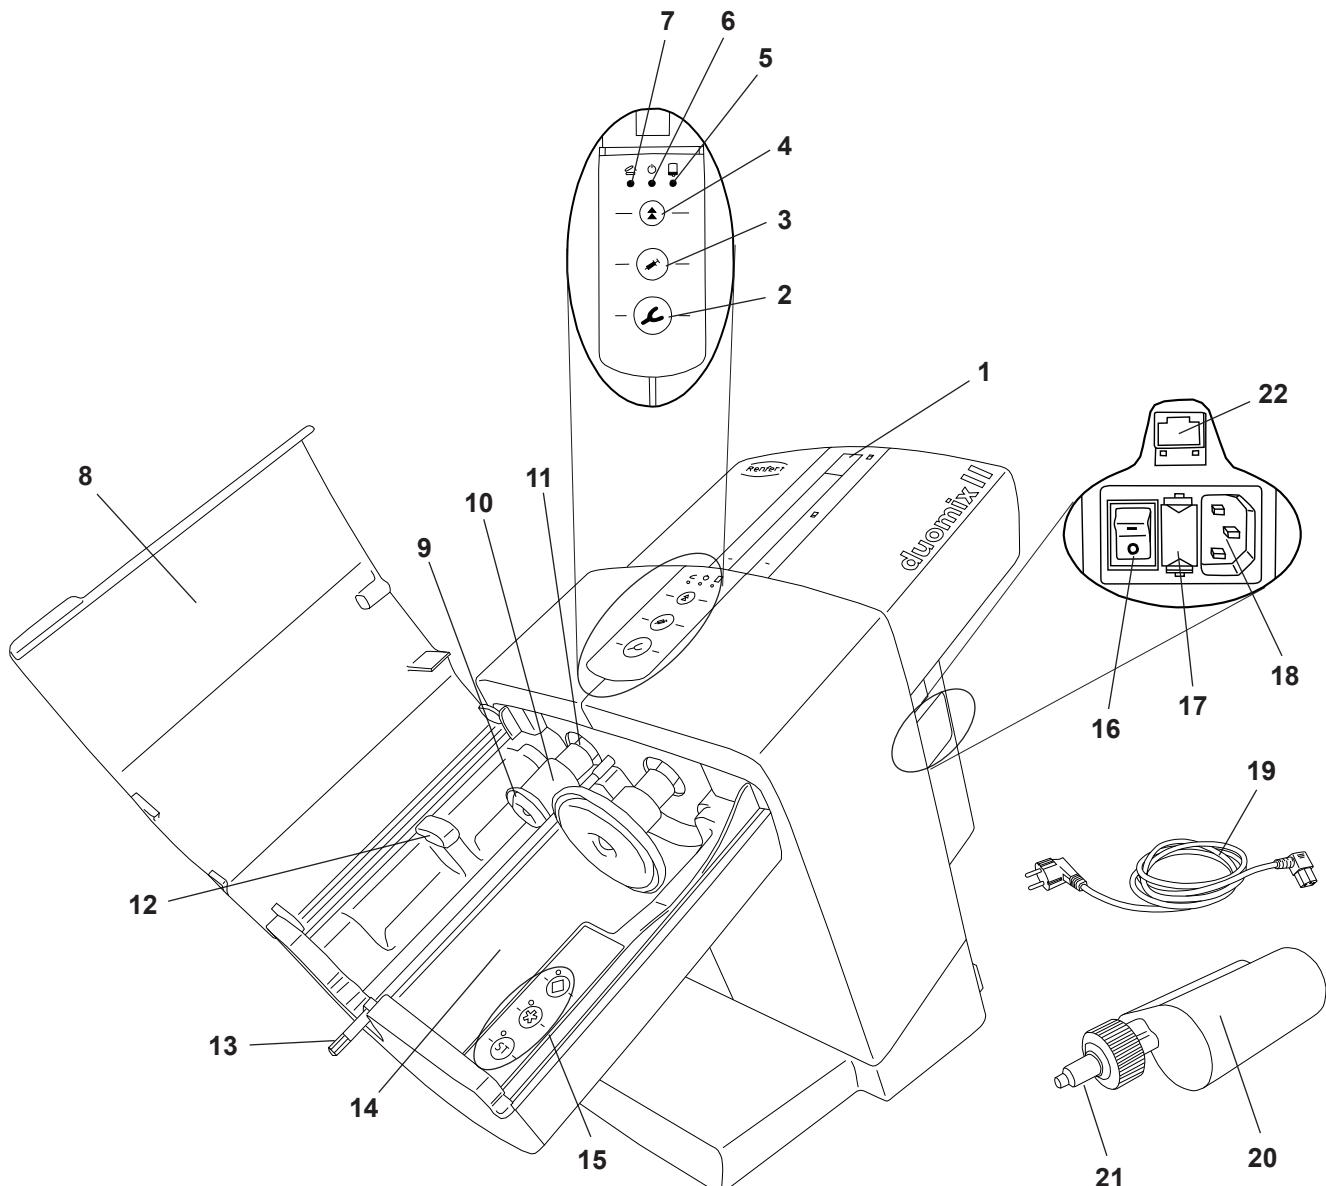

Fig. 1
- ⇒ Conectar el cable de red provista (19, Fig. 1) en el conector de red (18).
- ⇒ Encender el dispositivo con el interruptor de red (16).
- ⇒ Cerrar la tapa del dispositivo (8, Fig. 1).
- ⇒ Pulsar la tecla de retroceso (4).
- ♦ Desplazar los platos de presión (9, Fig. 1) y detenerlos en la posición inicial.
- ⇒ Retirar las piezas de seguridad de transporte (23).
El cartucho solo se puede insertar y cambiar cuando los dos platos de presión (9, Fig. 1) están en la posición inicial.
⇒ Cerrar la tapa del dispositivo (8, Fig. 1).
⇒ Abrir la tapa del dispositivo (8, Fig. 1).
⇒ La tapa del dispositivo solo se puede cerrar si el cartucho está correctamente insertado. Si la tapa del dispositivo no está correctamente cerrada, se encenderá el diodo rojo "Tapa del dispositivo abierta" (7, Fig. 1).
- ⇒ Mantener pulsada la tecla de avance (2) o (3):
- Cuchara de impresión (2), alta velocidad de exprimido
- Dispensador (3), baja velocidad de exprimido
- ◆ El hexágono de mezcla (13, Fig. 1) empieza a girar y se acopla automáticamente en la boquilla de mezcla (21, Fig. 1). A continuación, vuelve a detenerse.